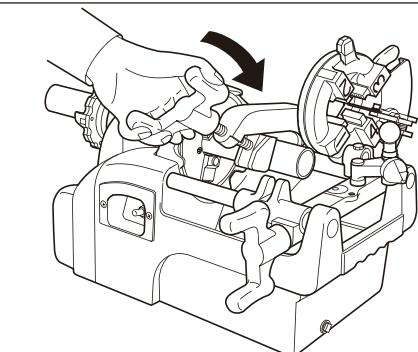

図20
- ① 使用しないダイヘッド・リーマを起こしてください。
- ② パイプの切断箇所を定めてパイプをしっかり固定します。
- ③ パイプカッタをパイプ径より大きくひらいて図のようにあてがい、パイプの切断箇所にカッタの刃を合わせてハンドルでローラーと刃がかるくあたるところまでかづけてください。
- ④ スイッチを入れ、カッタハンドルをパイプ1回転で1/2以内の割合いでまわしてください。(図20) 切断のときに最初から強い力で切り込むと、パイプの切り口がだ円形にゆがみ、正しい真円のねじが切れない場合がありますから、切り始めは、軽く締めつけながら徐々に切断してください。